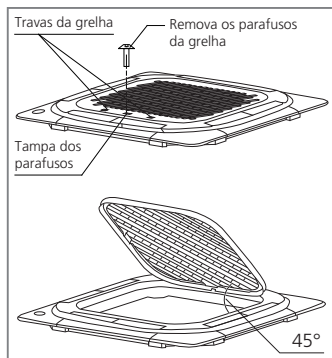

FIG. 14
- a) Para retirar a grelha, pressione para dentro simultaneamente as travas da grelha de modo a destravar os engates desta. Segure a grelha em um ângulo de 45°, levante-a ligeiramente e retire-a do corpo da unidade (Fig. 14).